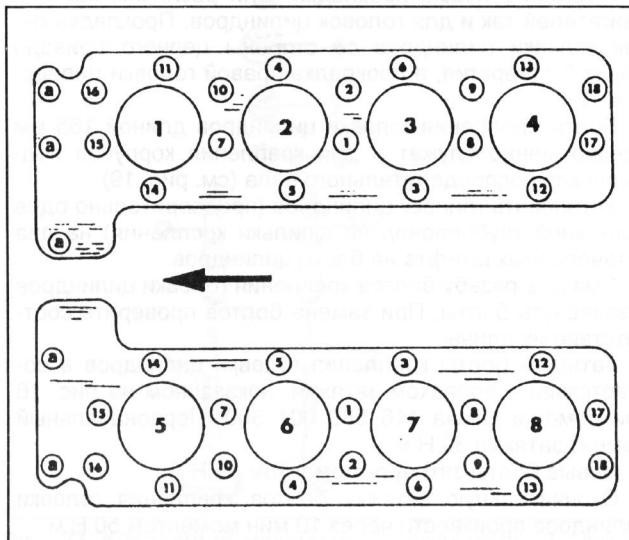

Рис. 16. Порядок затяжки болтов крепления головки цилиндров.
- ◆ Ослабить болты крепления головки цилиндров в обратной последовательности, в показанном на рис. 16 порядке затягивания болтов крепления головки цилиндров. Обратить внимание на то, что для отворачивания и для затягивания болтов крепления головки цилиндров нужно использовать два разных ключа. Для отворачивания болтов крепления необходим ключ с 8 мм шестигранником и 52 мм удлинителем с шарниром.
- ◆ Затянуть болты крепления головки цилиндров в соответствии с порядком затяжки, показанным на рис. 16 при помощи ключа 116 589 001 300. Первоначальный момент затяжки 30 Н·м.